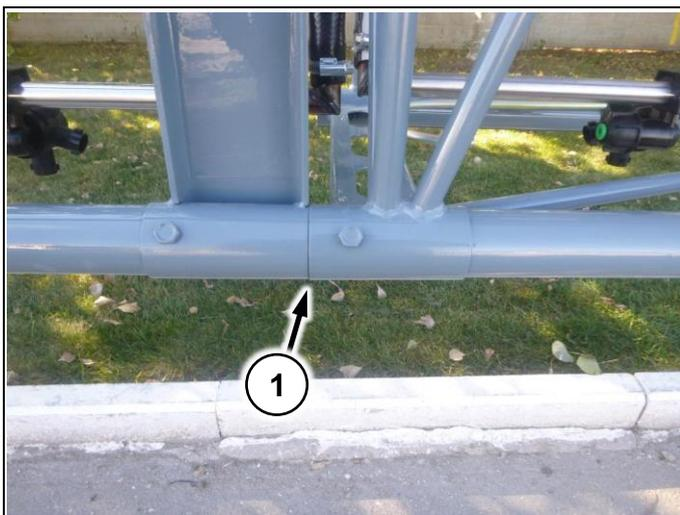

Рис. 104
3. Вращая гайки отрегулируйте зазор между корневой и концевой секцией штанг 2-3мм. (Рис. 104/1)